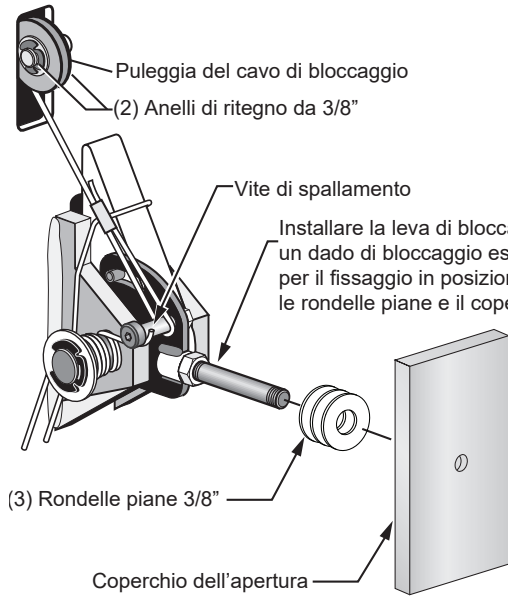

Fig. 19
- A) Installare la puleggia del cavo di bloccaggio e gli anelli di ritegno nell'apertura superiore della colonna dell'alimentatore, come illustrato nella Fig.19.
- B) Far scorrere l'estremità del cavo sopra l'estremità della vite a spallamento sulla piastra di comando del bloccaggio lato destro, Fig. 19.
- C) Far passare l'altra estremità del cavo attraverso l'apertura della puleggia del cavo di bloccaggio assicurandosi che passi al di sotto della puleggia e all'interno della colonna di destra, Fig.19.
- I) A questo punto DEVONO essere installati la leva di bloccaggio, il dado di bloccaggio e il coperchio del bloccaggio della colonna di destra Fig. 19 e Fig.